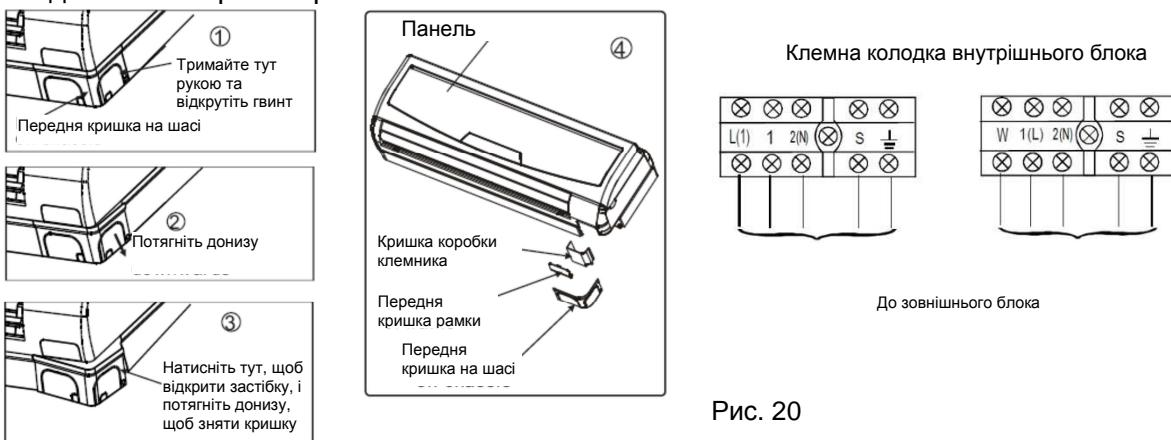

Рис. 20
2. Зніміть передні кришки із шасі та рамки, як показано на рис. 20. Потім зніміть кришку з коробки клемника, відкрутивши гвинт.